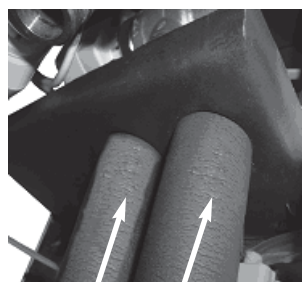

Рис. 11: Проведите изоляцию через отверстия в боковом поддоне
- При настенном монтаже прибора: через отверстия в боковом поддоне наденьте изоляционный материал на трубопровод до упора (см. рис. 11).